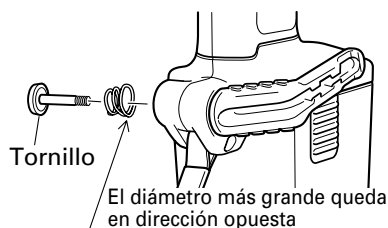

Fig. 8
- Instale el gancho y el resorte en el otro lateral y asegure firmemente con el tornillo. (Fig. 8)
Preste atención a la orientación del resorte. El diámetro más grande debe quedar opuesto a usted. (Fig. 8)